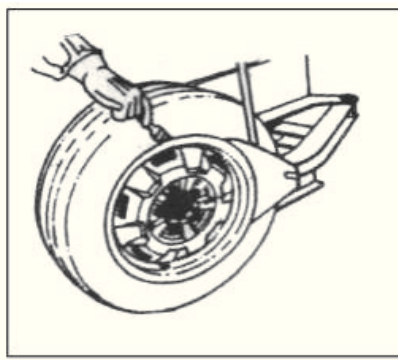

рис.18
4.1.2 Поместите шину между ножом для отрыва кромки шины и упором для монтажа и демонтажа шины (Рис. 18). Затем нажмите на педаль управления цилиндром отрыва кромки шины, чтобы отделить шину от обода диска (рис. 2-10 или 3-10). Повторите те же самые действия на других частях шины, чтобы она полностью отсоединилась от обода. Поместите колесо с шиной, отделенной от обода, на поворотный стол и нажмите на педаль управления зажимными кулачками (рис. 2-9; 3-9), чтобы зажать обод. Можно выбрать наружную или внутреннюю фиксацию, чтобы зажать колесо, в зависимости от размера диска. Чтобы аккуратно отделить кромку, можно использовать кисточку для нанесения смазки или густой мыльной жидкости между кромкой и ободом диска.